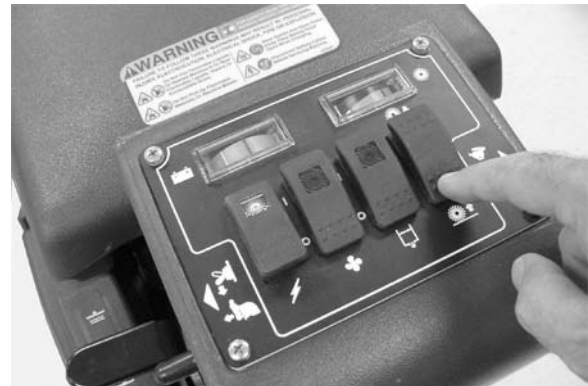

FIG. 6
1. Tournez le commutateur principal en position ON. Enfoncez à moitié la base du bouton de pression de brosse, jusqu'à ce que la tête de brosse soit complètement relevée (Figure 6).